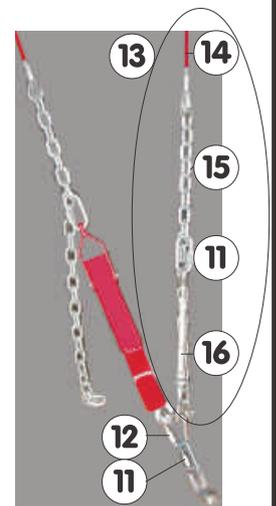

Figure 25
2 - Fixer la câblerie sur les maillons Delta (12) aux ancrages existants de l'agrès (voir Fig. 25) :